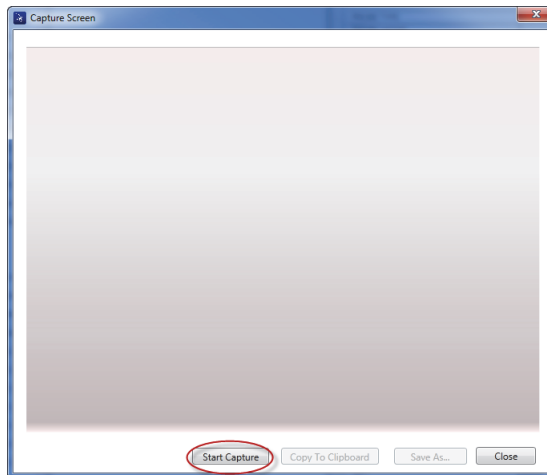

Figura 7-2 La finestra di dialogo Capture Screen
Si apre la finestra di dialogo **Capture Screen** (vedere Figura 7-2 a pagina 192).
4. Nella finestra di dialogo **Capture Screen**, cliccare su **Start Capture** (effettuare cattura) [vedere Figura 7-2 a pagina 192].